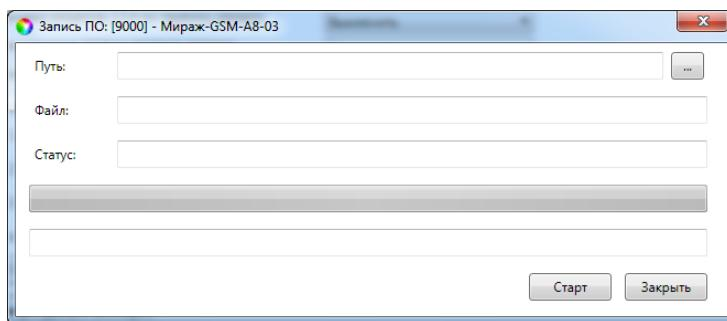

Рис. 10.1. Окно Запись ПО
1. Загрузите новую версию встроенного программного обеспечения с веб-сайта ООО «НПП «Стелс». Файл поставляется в архиве **A8-03 (X).rar** (где X – номер версии). Извлеките файл из архива с помощью любой программы для работы с архивами. Название файла встроенного программного обеспечения – **A8-03 (X).sbin** (где X – номер версии).
3. В открывшемся окне *Запись ПО* (рис. 10.1) в поле **Путь** укажите путь к файлу встроенного программного обеспечения на вашем ПК. После этого в поле **Файл** будут отображены свойства указанного файла встроенного программного обеспечения (версия и модель контроллера, для которой оно предназначено).